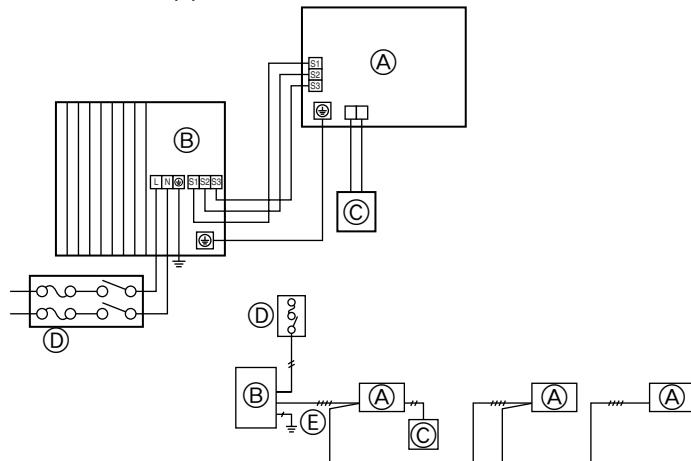

Fig. 6-1
6.1. Précautions (Fig. 6-1)
- Une protection de mise à la terre avec disjoncteur sans fusible (disjoncteur de perte à la terre [ELB]) est généralement installée pour ①, ②.